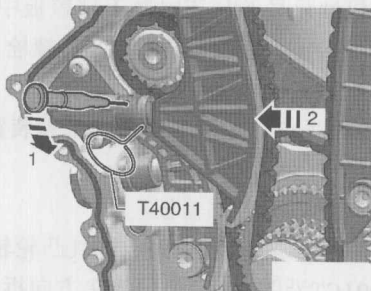

图1-3-7 松开正时链张紧轨
⑪用合适的螺钉旋具沿图1-3-7所示箭头1方向抬起链张紧器的簧片,再沿图中箭头2的方向按压正时链张紧轨,并用定位销T40011固定。
⑫拆卸正时链张紧器螺栓,并取出正时链张紧器。
⑬拆下螺栓,取下正时链张紧轨。
⑭拆卸螺栓,取下正时链滑轨。